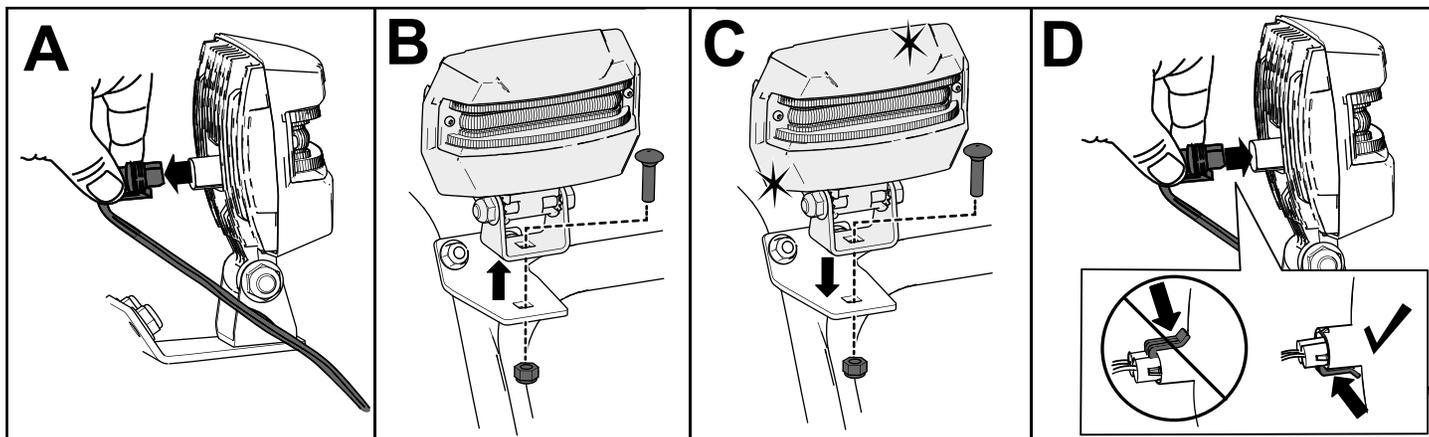

Figure 35
1. Débranchez le fil au dos du phare (A de la Figure 35).
2. Retirez le boulon et l'écrou qui fixent le phare sur son support, puis déposez le phare (B de la Figure 35).
3. Fixez le nouveau phare sur le support au moyen de l'écrou et du boulon retirés précédemment (C de la Figure 35).
4. Insérez le fil du phare directement au dos du phare en l'enfonçant bien en place (D de la Figure 35).